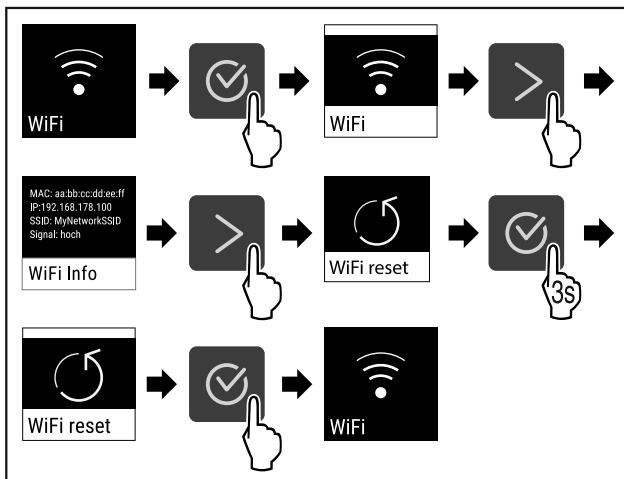

Fig. 88
- ▶ Hajtsa végre a művelet lépéseit (lásd Fig. 88) .